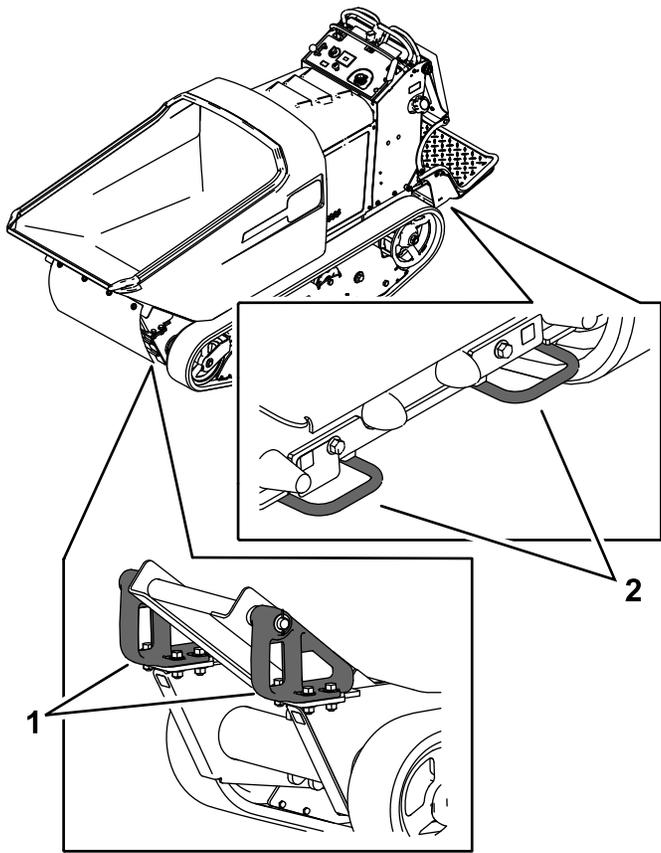

Figura 16
6. Use los puntos de amarre metálicos de la máquina para amarrar firmemente la máquina al remolque o camión con correas, cadenas, cables o sogas (Figura 16).